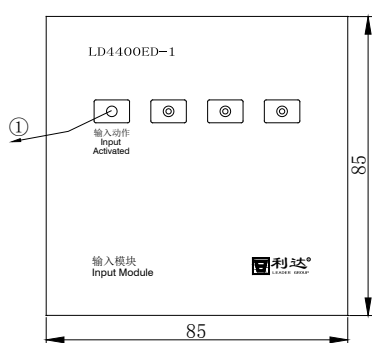

图 3-1 正视图
- 1) 外形尺寸见图 3-1、3-2 所示：L85 mm×W37mm×H85mm(含底座)。